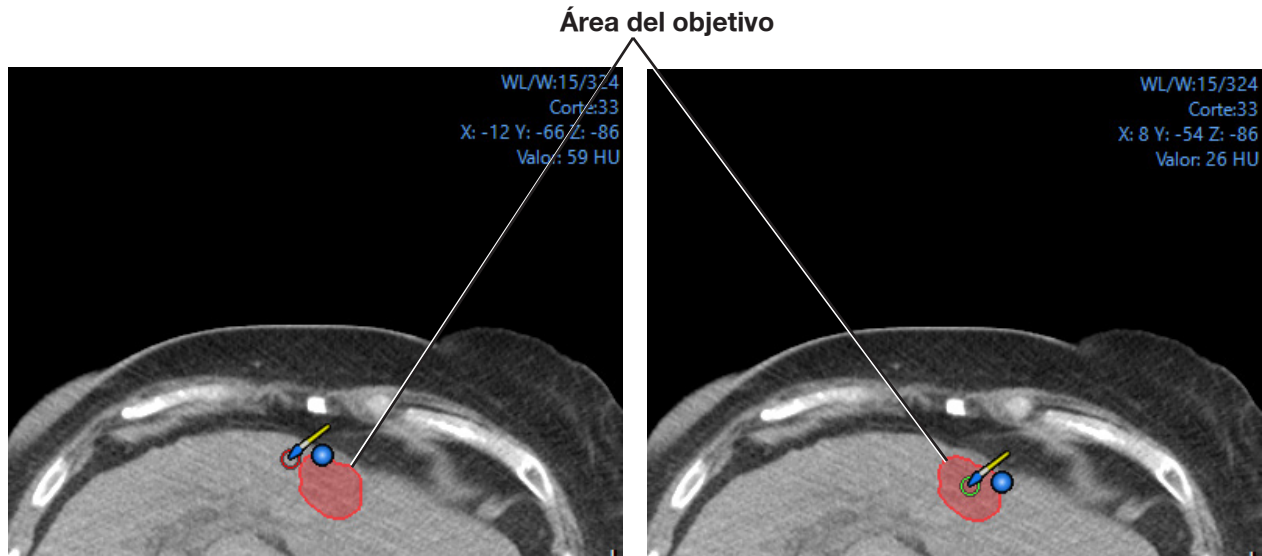

Figura 3-17: Con la herramienta Editar puede reducir (panel izquierdo) o aumentar (panel derecho) el tamaño del área del objetivo.
12. Para ampliar partes del objetivo, sitúe el cursor del ratón justo en el interior del área del objetivo; aparecerá un círculo verde. Mantenga pulsado el ratón, usando el cursor para guiar el círculo. Desplace lentamente el círculo verde a lo largo del borde del objetivo (Figura 3-17).